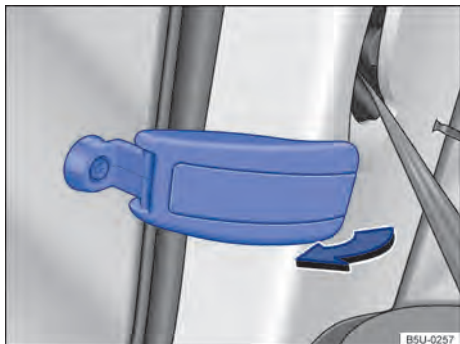

Fig. 55 Abrir o vidro basculante traseiro.
- Puxar a alavanca de travamento do vidro no sentido da seta → Fig. 55.